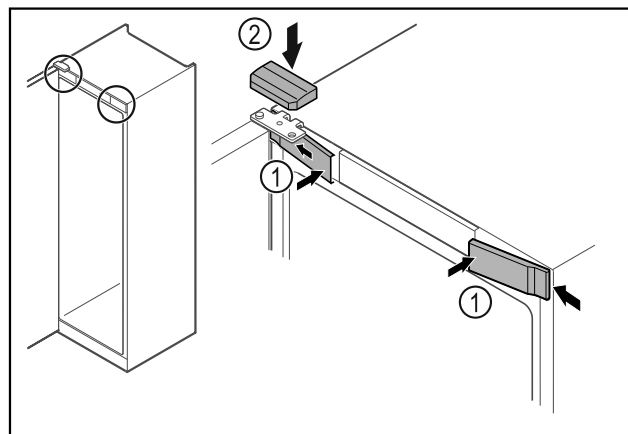

Fig. 68
- ▶ Obesite sprednje pokrove Fig. 68 (1) na stran in jih zaskočite.
- ▶ Zgornji pokrov Fig. 68 (2) namestite z zgornje strani.